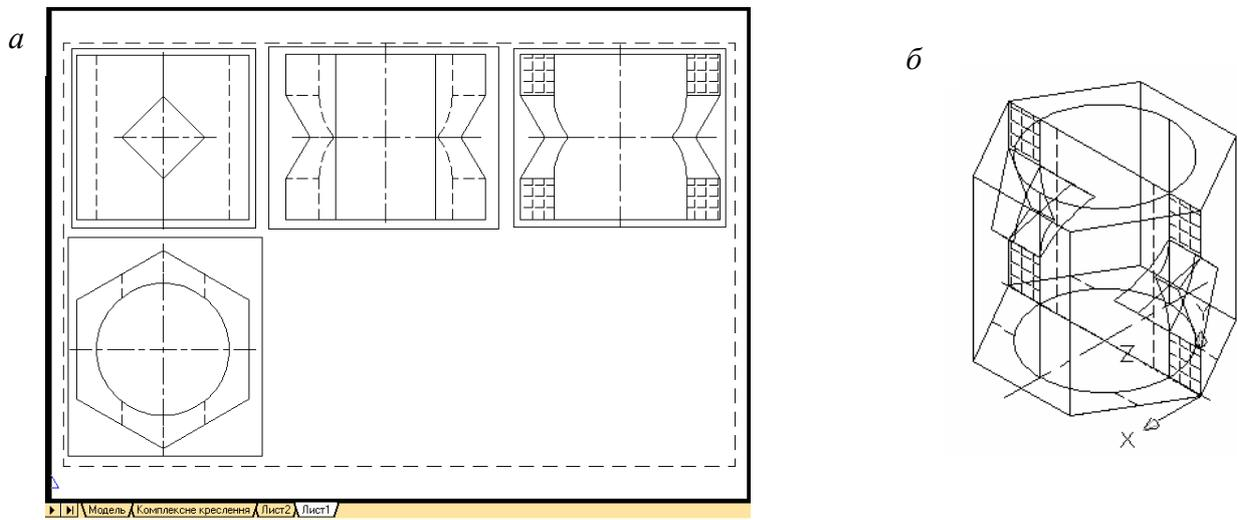

Рис. 6.12. Вигляд креслення після виконання команди **Т-РИСОВАНИЕ**
Для того, щоб отримати плоскі види із сформованих ортогональних проекцій тривимірної моделі (рис. 6.12, а) виконують такі дії:
Курсором показують послідовно на всі рамки видових екранів і клацають правою клавішею миші, внаслідок чого на видових екранах лінії розподіляються на видимі й невидимі, а перетини штрихуються (рис. 6.12, а).
4. Команда **Т-РИСОВАНИЕ** автоматично за умовчужанням виконує штрихування площини перетину (рис. 6.12, а) і тому його потрібно відредагувати у просторі моделі. Для цього необхідно:
– активізувати видовий екран профільного перетину, клацнувши по ньому лівою клавішею миші, перейти із простору аркуша у простір моделі, натиснувши кнопку **МОДЕЛЬ** (рис. 6.12, б), і видалити заштриховані поверхні;
При переході до простору **Модель** на вихідному кресленні, крім зображення твердого тіла, з'являються плоскі види й перетин (рис. 6.12, б), сформовані командою **Т-РИСОВАНИЕ**. Ці види розташовані на створених командою шарях і при необхідності можуть не виводитися на паперові носії. Для цього вимикають друк відповідного шару у вікні **Диспетчер свойств слоев**.